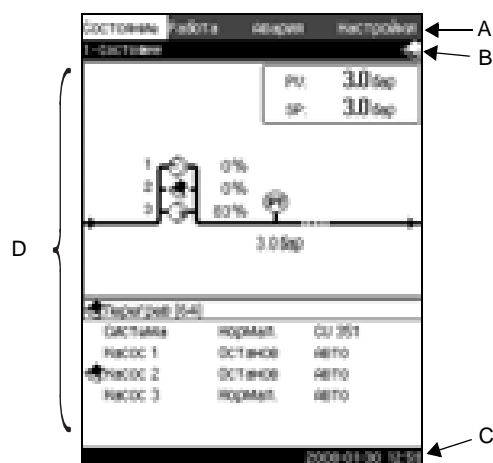

Рис. 7 Структура дисплея
Строка меню (A) представлена на рис. 7.
Верхняя строка (B) представлена на рис. 7.